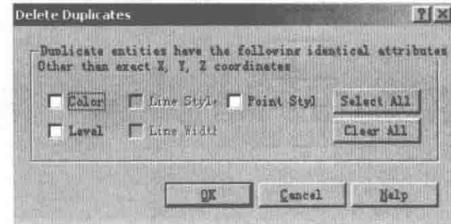

图 1-6
(4) 删除重复图素增加一个对话框，选择 Delete→Duplicates→Points/Lines/Arcs/...命令，打开一个 Delete Duplicates (删除重复) 对话框，如图 1-6 所示。